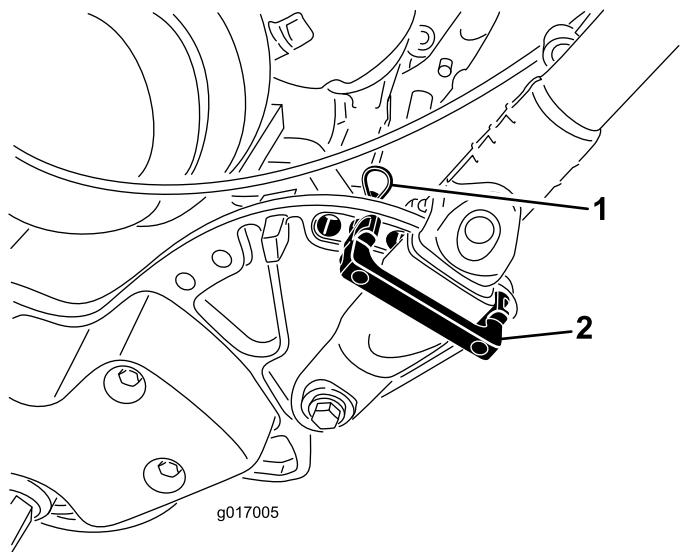

図 8
1. ハンドルを支えながら、ハンドルクランプをサイドプレートに固定しているケーブルタイを外す図8。
2. 希望する高さ位置にハンドルをセットし、ハンドルクランプの上からハンドルリテーナを差し込んでサイドプレートの穴に通す図8。
3. ヘアピンコッターでクランプを固定する図8。